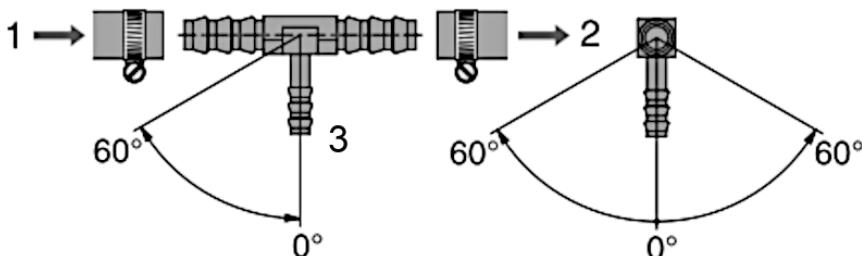

Fig. 36
- Trennen Sie die Kraftstoffleitung des Fahrzeuges und fügen Sie die beiden dickeren Öffnungen des T-Abzweiges in die beiden entstandenen Enden Fig. 36 (1) (2) der Kraftstoffleitung ein.
- Verbinden Sie danach die Brennstoffleitung des Heizgerätes mit Hilfe einer Gummimuffe mit dem noch nicht belegten dünnen Abgang Fig. 36 (3) des T-Abzweiges.